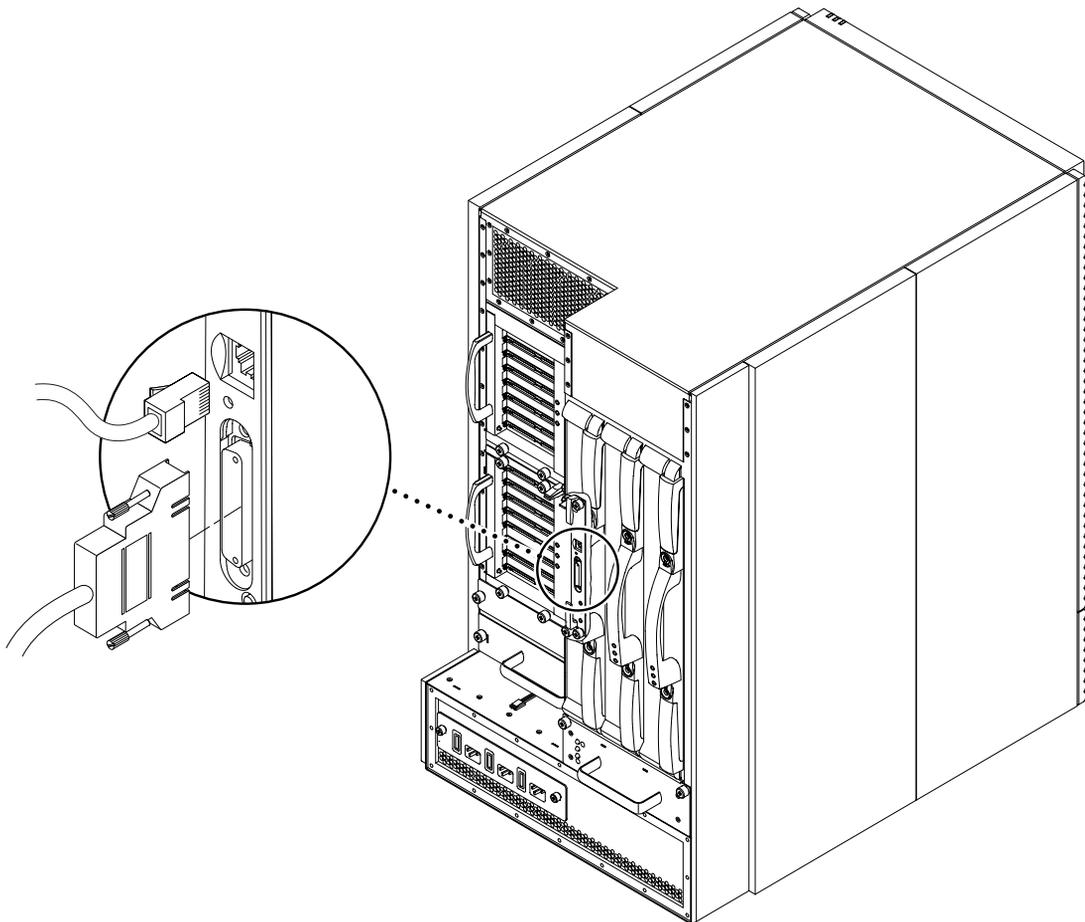

**FIGURE 4-1** Emplacement de l'interrupteur d'alimentation, de la prise du cordon d'alimentation et des blocs d'E/S sur le système Sun Fire 4800
1. **Mettez chaque interrupteur en position off** (FIGURE 4-1).
Les blocs d'E/S fournissent aux domaines une interface réseau et un accès périphérique (FIGURE 4-1).
**1. Mettez chaque interrupteur en position on (FIGURE 4-1).**
**6. Mettez chaque interrupteur en position on (FIGURE 4-1).**